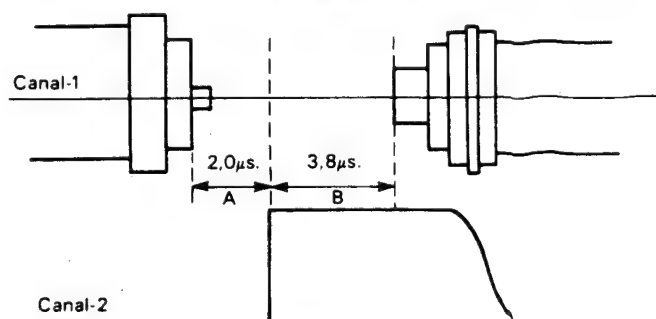

Figure 2-11.
4. Ajuster les commandes R5310 et R5311 de sorte que la porte de synchronisation (A) et la porte de synchronisation (B) soient comme indiqué dans la Figure 2-11, respectivement.